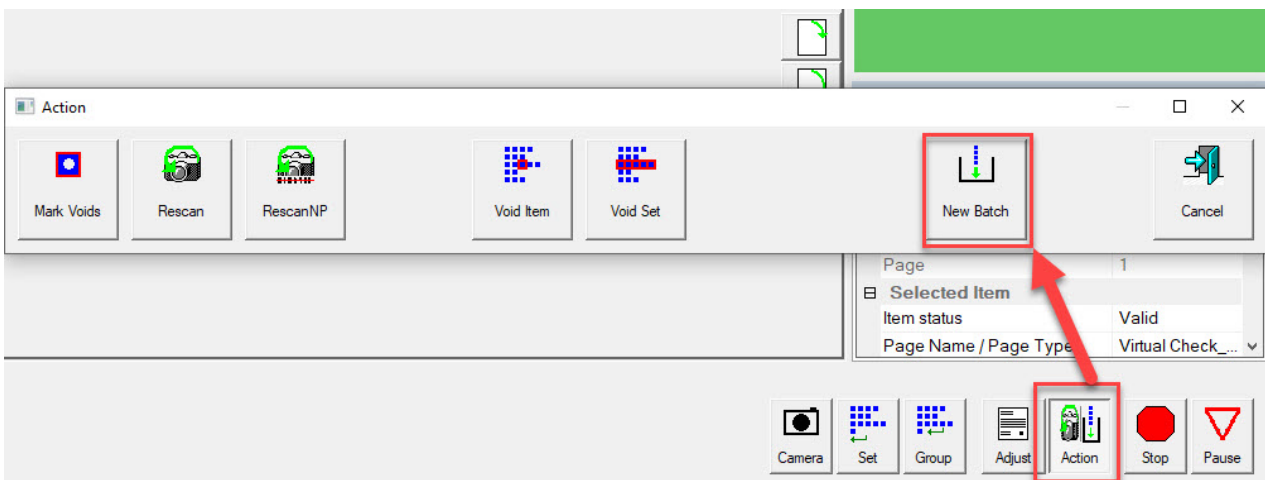

Abbildung 4-9: Aktion - Neue Charge
- Während der Auftrag läuft, klicken Sie auf die Schaltfläche **Aktion** und wählen Sie die Schaltfläche **Neue Charge**, um eine neue Charge mit dem nächsten gescannten Objekt zu starten (Abbildung 4-9).